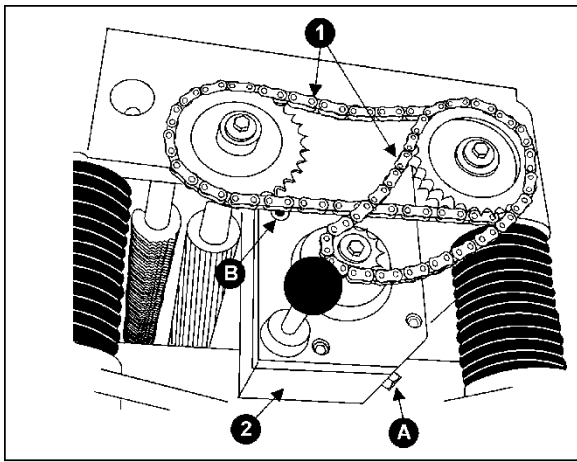

Рис. 31
1. Открутить сливную пробку (А, см. Рис. 31) с помощью гаечного ключа на 14 мм и снять крышку заливной горловины (В, см. Рис. 31). Слить отработанное масло.
2. Затянуть сливную пробку (А, см. Рис. 31).
3. Залить через отверстие новое масло (В, см. Рис. 31).
4. Затянуть крышку заливной горловины (В, см. Рис. 31).